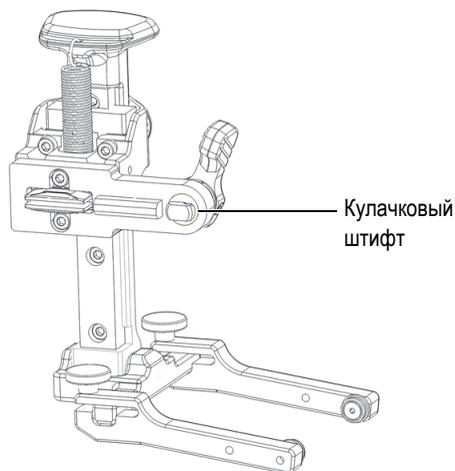

Рис. 2-10 Горизонтально выровненные плоские кромки
1. Используя установочный рычаг, поверните кулачковый штифт так, чтобы плоские кромки расположились горизонтально (Рис. 2-10 на стр. 53).